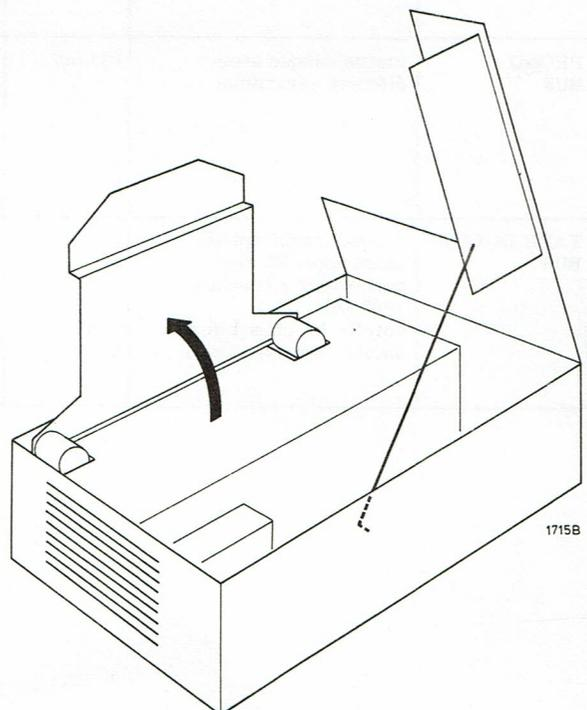

Fig. 3
- Après avoir retiré les 5 vis D, tout le mécanisme peut être placé debout dans le boîtier (voir fig. 3). A cette fin, les enceintes acoustiques sont nanties d'entailles offrant place au deux moteurs de bobinage. Dans ce cas aussi, le mécanisme reste relié au panneau amplificateur par l'intermédiaire d'un faisceau de câbles, de sorte que l'appareil peut fonctionner. En détachant la fiche du côté latéral du mécanisme, on peut sortir du boîtier le mécanisme complet.